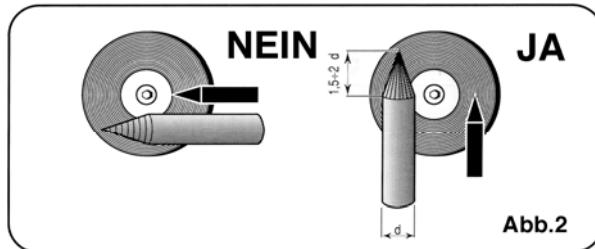

Abb.2
vertikal verlaufen, wie in Abb. 2 gezeigt.
- Die Elektrodenspitze über eine Länge von 1,5 bis 2 Mal den Elektrodendurchmesser schleifen (Abb. 2).